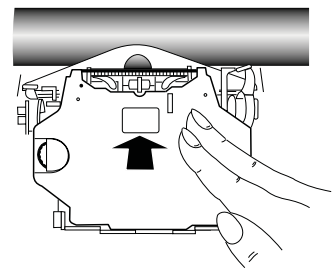

Abb.4
2. Drücken Sie die Kassette nach unten (Abb. 4), bis sie hörbar einrastet.